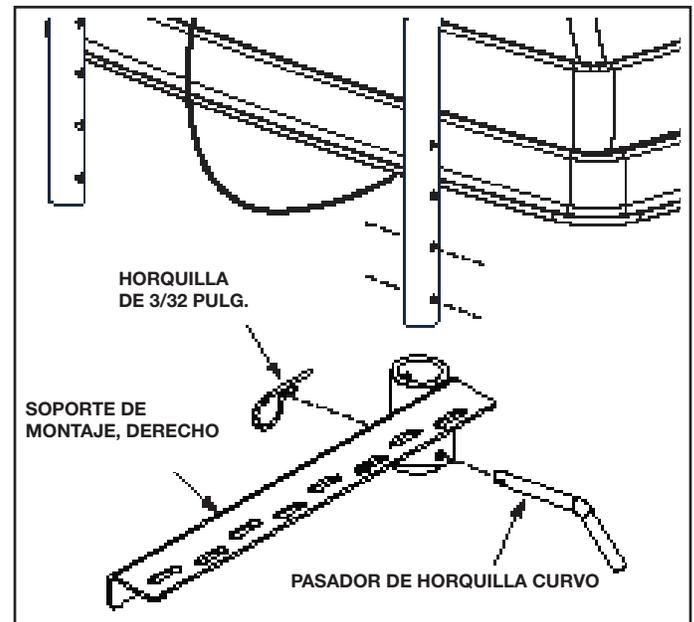

FIGURA 3
3. Una el soporte de montaje del lado derecho en el tubo del armazón, usando los dos pasadores de horquilla curvos y las horquillas de 3/32 pulg., como se muestra en la Figura 3. **Apriete.** Repita para el soporte de montaje del lado izquierdo.